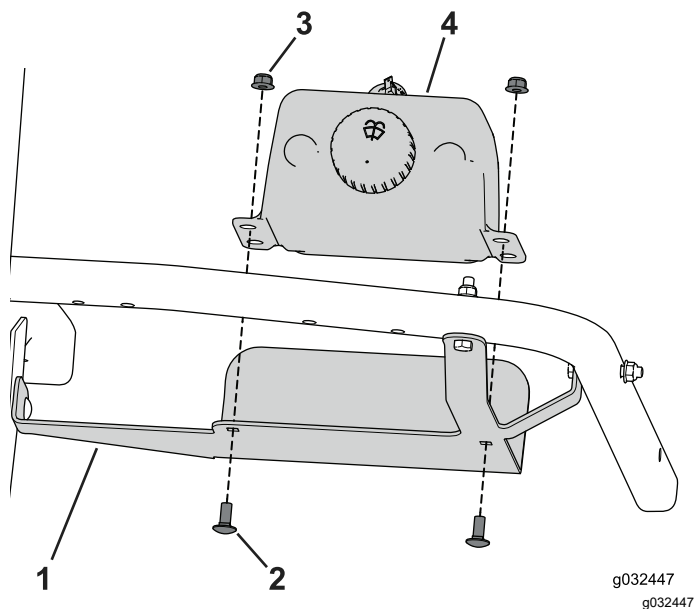

Bild 31
- Befestigen Sie den Behälter für die Scheibenwaschanlage mit den zwei Schlosssschrauben (5/16" x 3/4") und Bundmutter an der Halterung (Bild 31).